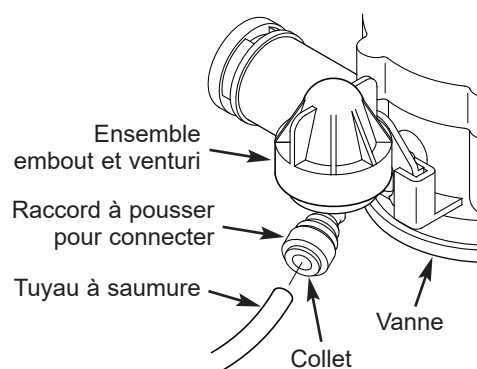
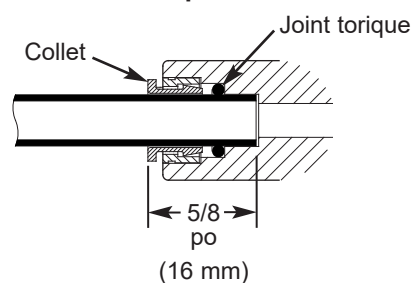

FIG. 15
FIG. 17
- c. Connectez le tuyau à saumure en insérant l'extrémité dans le raccord à pousser pour connecter sur l'ensemble embout et venturi de la vanne (cf. Fig. 15). Poussez-le jusqu'à ce qu'au moins 16 mm (5/8 po) de tuyau soit inséré (cf. Fig. 17).